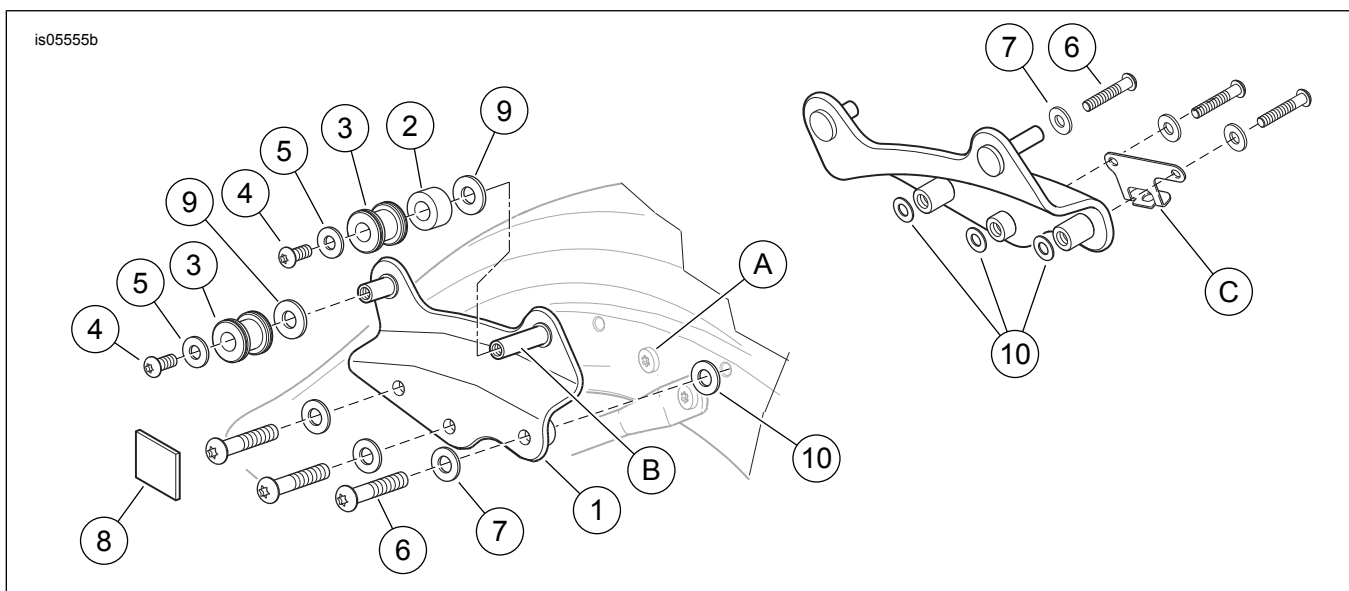

Figura 3. Parti di ricambio, kit bulloneria di ancoraggio rimovibile a quattro punti
Vedere Figura 3 e Tabella 1.
1. **TUTTI i modelli:** Vedere Figura 3. Rimuovere la vite (A) che fissa il rivestimento cromato posteriore all'estensione posteriore del telaio su entrambi i lati del veicolo.
2. Porre una rondella (7) sulla filettatura di ognuna delle viti TORX® più grandi (6) del kit.
4. Vedere Figura 3. Far scivolare un distanziale (2) sul perno più lungo (B) di ogni piastra di ancoraggio. Installare i quattro punti di ancoraggio (3), estremità smussata per prima, sui perni lungo e corto della piastra di ancoraggio con le rondelle (5) e le viti TORX più piccole (4). Stringere a fondo i bulloni.